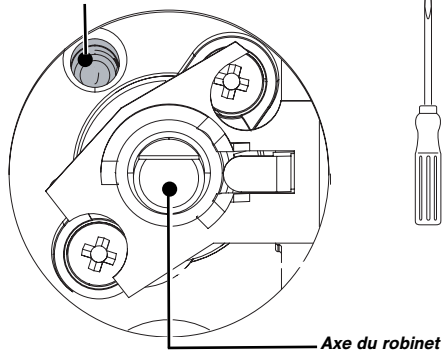

Fig. 05
- A l'aide d'un petit tournevis plat, **vissez à fond** la vis de réglage des ralenti en laiton (jaune) (Fig. 05), **dans le sens des aiguilles d'une montre**.